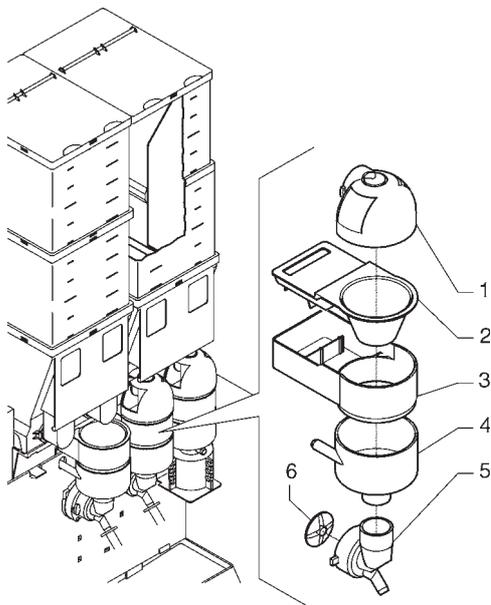

Fig. 7
- enlever des mixers les convoyeurs, les entonnoirs des poudres et les entonnoirs de l'eau, les tiroirs des poudres et les rotors des mixers (voir fig. 7) ;